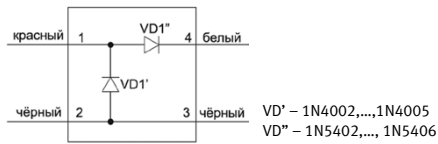
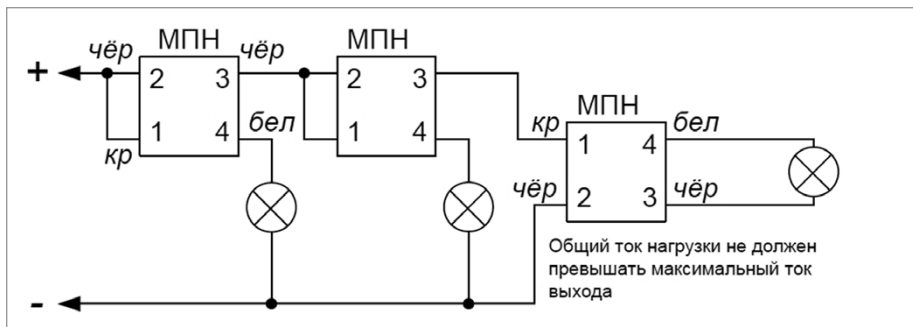

Рисунок 2. Схема внешних соединений блока «С2000-АСПТ»
Рисунок 3. Схема подключения нескольких световых табло или сирен к одному выходу блока
1. Схема внешних соединений блока С2000-АСПТ приведена на Рисунок 2. Если какая-либо из цепей «+1-»... «+7-» не используется, то необходимо подключить к ее контактам оконечный резистор: 4,7 кОм, 0,5 Вт из комплекта поставки.
4. Если какой-либо из выходов не используется, к его клеммам необходимо подключить модуль подключения нагрузки (МПН), белый (4) и черный (3) проводники которого нагрузить резистором (5,6...10) кОм, 0,5 Вт.
5. Несколько исполнительных устройств подключаются к одному выходу блока по схеме, приведенной на Рисунок 3.